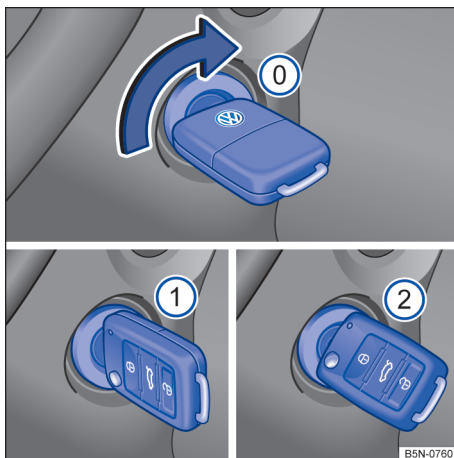

Fig. 84 Ao lado do volante, à direita: posições da chave do veículo no cilindro da ignição.
Posições da chave do veículo → Fig. 84
3.	Girar a chave do veículo na ignição para a posição → Fig. 84  para dar partida no motor – não acelerar.
5.	Girar a chave do veículo no cilindro da ignição para a posição → Fig. 84 ⓪ .